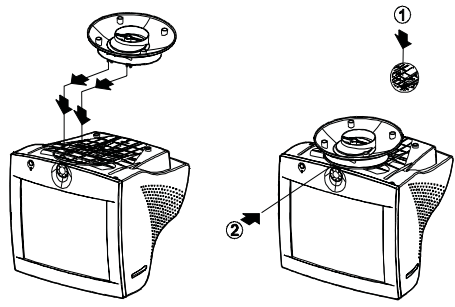

Figura 3-Figura 3-Figure3
- Cuidadosamente apoie o monitor de cabeça para baixo. ( ver figura 3 )
- Vuelva cuidadosamente el monitor sobre su lado o al revés. (véa figura 3).